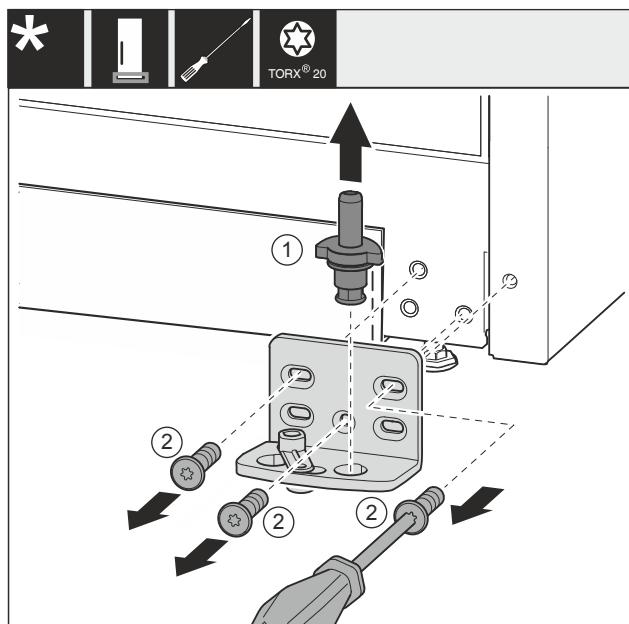

Fig. 33 \*
- Повністю витягніть опорний гвинт Fig. 33 (1) рухом вгору.\*
- Викрутіть гвинти Fig. 33 (2) за допомогою викрутки та зніміть опорний кронштейн.\*